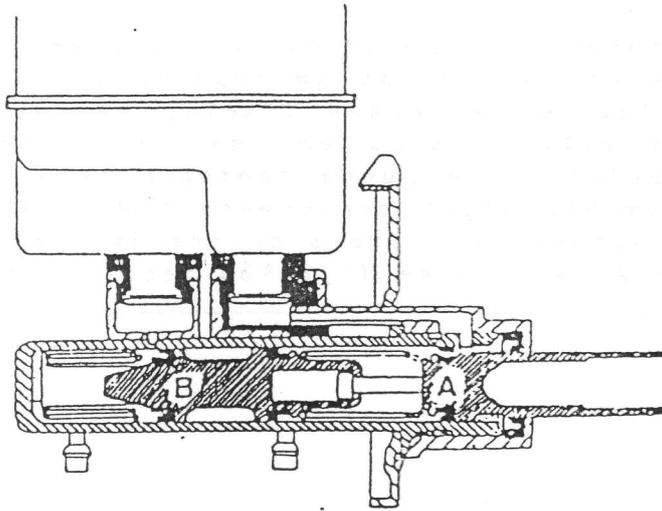

Fig. 19-4
Al pisar el pedal de freno, el pistón (A) se desplaza hacia la izquierda (ver Fig. 19-4), y presuriza el líquido de esta cámara hacia los frenos delanteros. Empujado por la presión del líquido existente en la cámara del pistón (A), el pistón (B) se desplaza hacia la izquierda y presuriza el líquido de esta cámara hacia los frenos traseros.